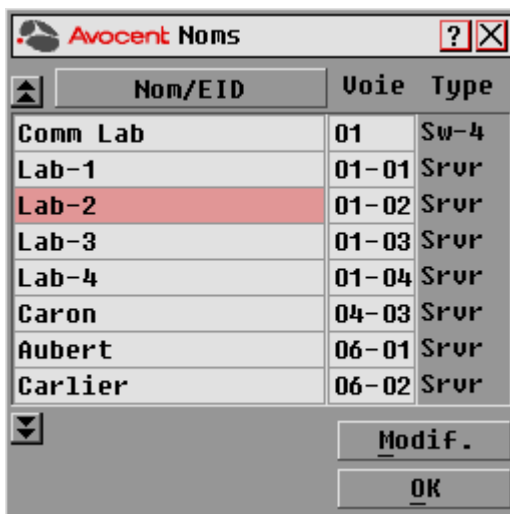

Figure 3.3 : Boîte de dialogue Noms de l'interface OSCAR
2. Cliquez sur *Config. - Noms* pour ouvrir la boîte de dialogue Noms, comme indiqué à la Figure 3.3.